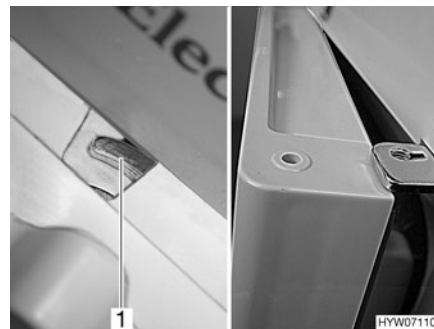

Fig. 152 Porte du réfrigérateur/du compartiment congélation en position de ventilation (Dometic Série 7 avec compartiment congélation séparé)
- Pousser le dispositif de verrouillage complètement vers la droite. La porte du réfrigérateur/du compartiment congélation est fixée à l'aide de l'arrêtoir de porte (Fig. 152,1). La porte du réfrigérateur/du compartiment congélation reste ainsi légèrement ouverte (Fig. 152).